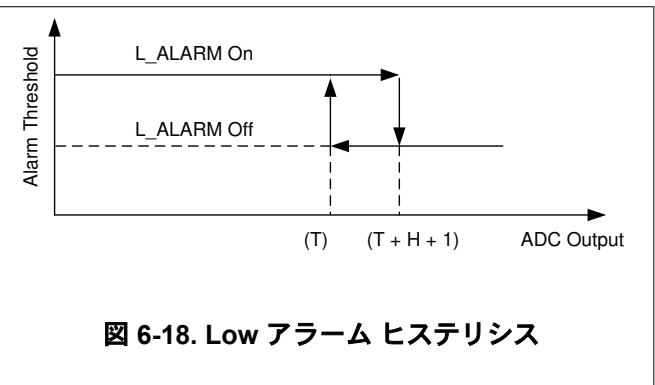

図 6-18. Low アラーム ヒステリシス
同様に、デジタル出力が **Low** アラーム下限値 [**Low** アラーム スレッショルド (T)] を下回ると、入力 **Low** アラームがトリガされます。デジタル出力が **Low** アラーム上限値 [**Low** アラーム (T) + $H + 1$] 以上になると、アラームはリセットされます。図 6-18 に、この関数を示します。